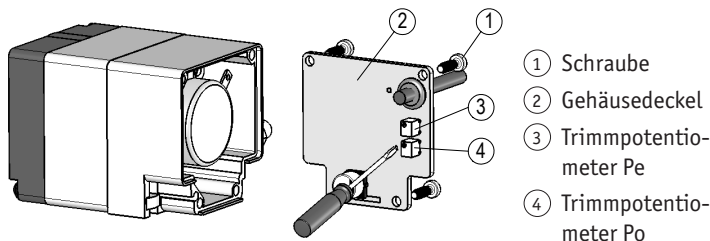

Abb. 6: Einstellen Trimpotentiometer MWI
#### Einstellen des Messwandlers (Abb. 6)
Durch zwei Trimpotentiometer Pe ③ und Po ④ (siehe Abb. 6) können diese Werte an die tatsächlichen Anfangs- und Endstellungen der Anwendung angepasst werden.
1. Schrauben ① lösen und Gehäusedeckel ② öffnen.
2. Trimpotentiometer Pe ③ und Po ④ einstellen.